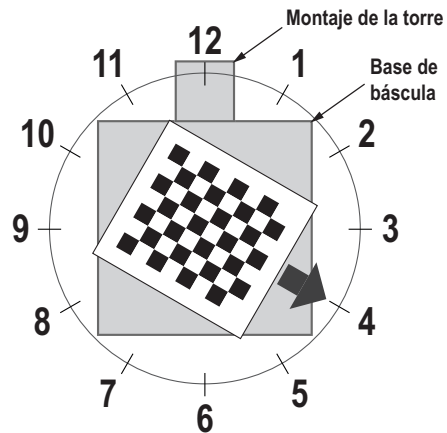

Figura 5-6. Gire a las 4 en punto
5. Alinee el objeto de calibración para que las cruces estén centradas. Gire el objeto de calibración a las 4 en punto con el conjunto de la torre a las 12 en punto (Figura 5-6).